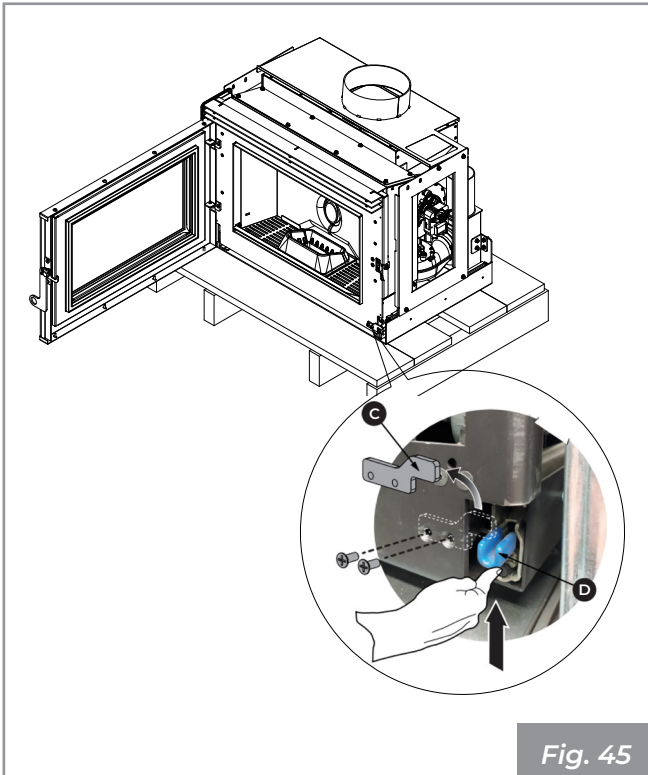

Fig. 45
- Smontare la staffetta di sicurezza, svitando le due viti di fissaggio ( **Fig. 45** ).